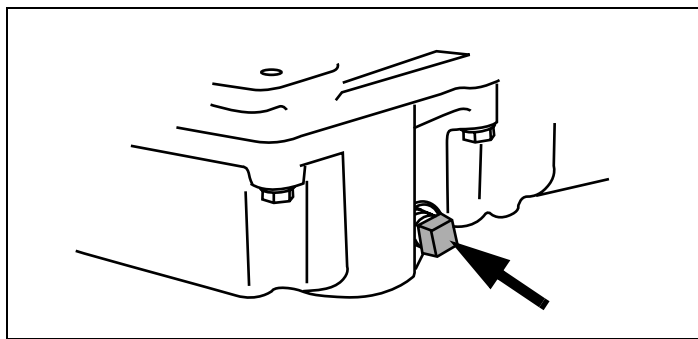

Figure 19. Emplacement du bouchon de vidange d'huile
1. Assurez-vous de trouver le bon emplacement du bouchon de vidange, s'il y en a un. (Consultez les directives du fabricant de l'équipement.) Voir la Figure 19.
4. Nettoyez autour du bouchon de vidange. Voir la Figure 19.
6. Retirez le bouchon de vidange d'huile et vidangez l'huile dans un récipient approuvé. Voir la Figure 19.